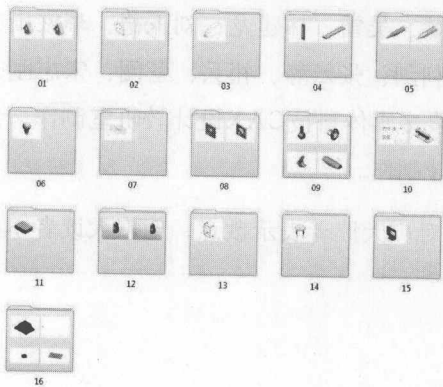

图 3
- 3 在光盘程序的主界面中单击 **资料库** 按钮，即可使用中文版 SolidWorks 2010 查看本书实例源文件所在文件夹（如图 3所示）中的文件，建议读者将光盘中的所有源文件备份，然后在硬盘中运行。